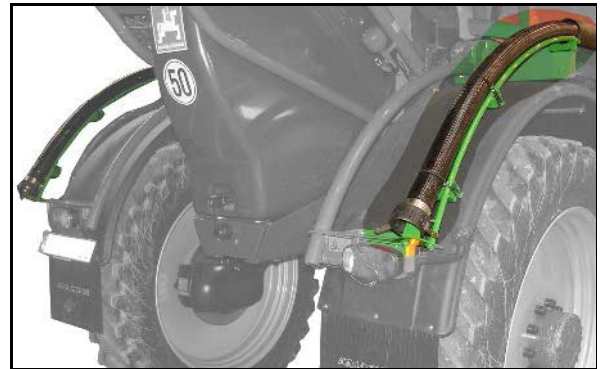

Fig. 75
- Påfyldning med fri flowstrækning og svingudløb (Fig. 75).